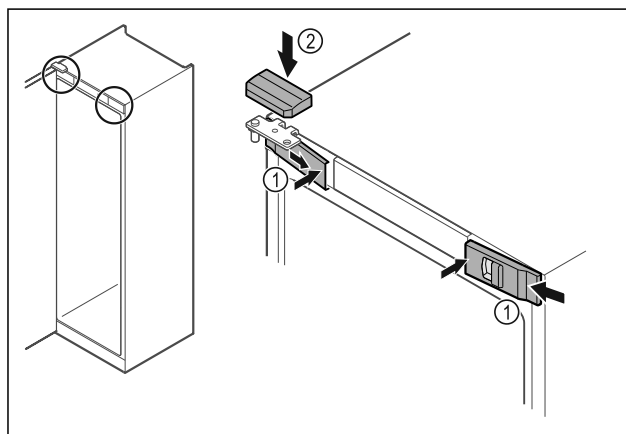

Fig. 44
- ▶ Зацепите скобу и защелкните передние крышки Fig. 44 (1) с внутренней стороны.
- ▶ Защелкните верхнюю крышку Fig. 44 (2) сверху.